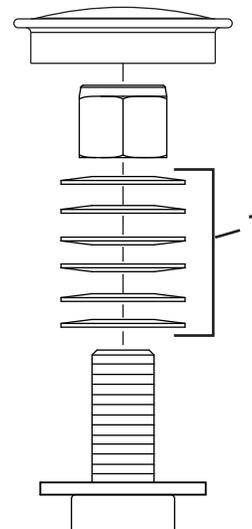

Figura 50
3. Togliete il coperchietto antipolvere dalla ruota orientabile e serrate il dado di bloccaggio (Figura 50).
4. Serrate il dado di bloccaggio finché le rondelle elastiche non sono piatte, quindi allentate di un quarto di giro per mettere a punto il precarico sui cuscinetti (Figura 50).
- Importante:** Verificate che le rondelle elastiche siano correttamente montate, come riportato nella Figura 50.
5. Montate il coperchietto antipolvere (Figura 50).